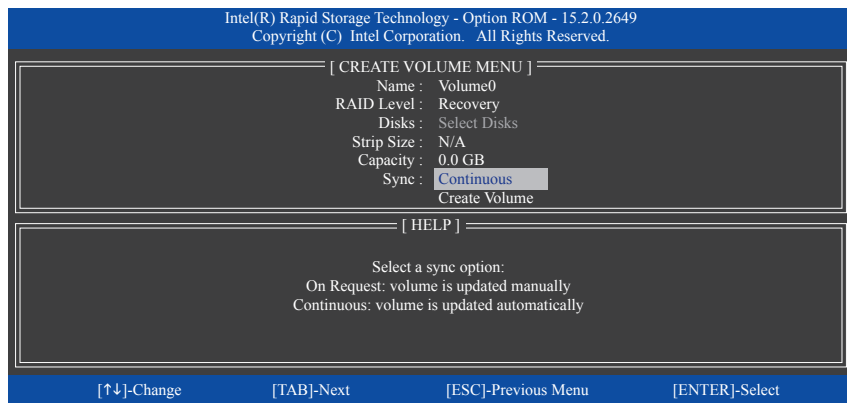

図 22
**Sync** の項目を、**Continuous** または **On Request** を選択します (図 22)。**Continuous** に設定されているとき、両方のハードドライブがシステムに取り付けられていれば、マスタドライブのデータを変更するとその変更はリカバリドライブに自動的にかつ連続してコピーされます。**On Request**では、オペレーティングシステムの Intel® Rapid Storage Technology ユーティリティを使用してマスタドライブからリカバリドライブに手でデータを更新できます。**On Request** では、マスタドライブを以前の状態に復元することもできます。